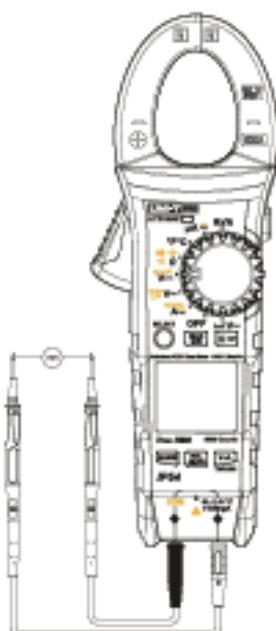

Рис.7.
2. Установите переключатель функционального диапазона в положение **AC**, нажатием кнопки SELECT выберите диапазон измерения переменного напряжения **AC** и параллельно подключите щупы к источнику питания или нагрузке, которую необходимо измерить. Рис.7.